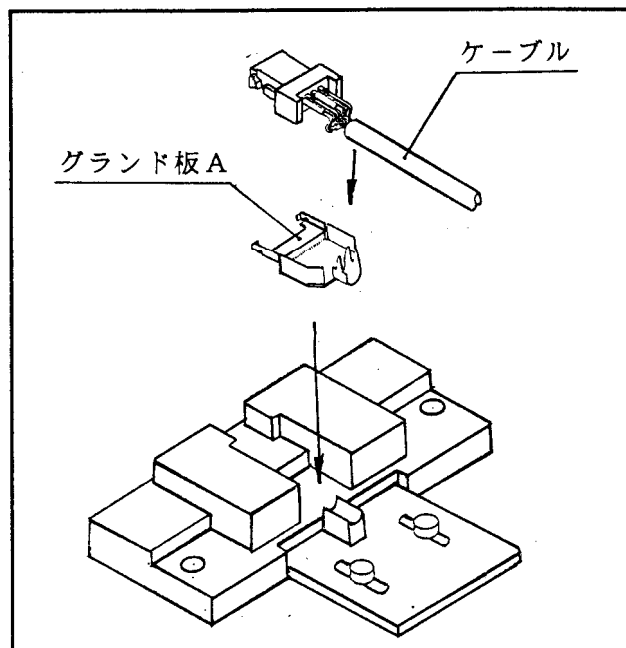

図 4
- ① 予め、『2-1 ハーネス工程について』の工程No. 1～3を行って下さい。
- ② 図4の様にグラウンド板Aと半田付けを終了したケーブルをセットして下さい。
- ③ プレスのハンドルを下げ、ケーブルを加締めて下さい。